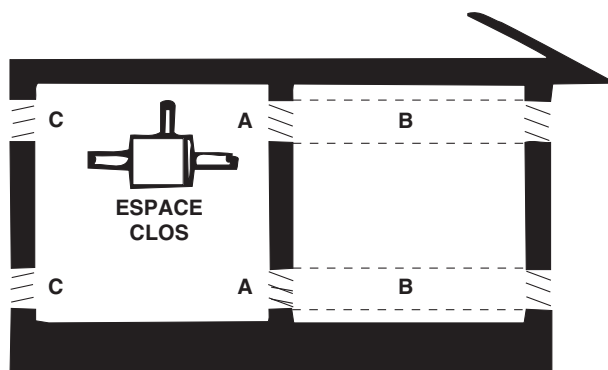

Figure 4. Ouvertures d'air de combustion d'un espace clos (se référer au Tableau 8)
- Pour l'installation en espace clos des modèles UBX et UDX (y compris les appareils avec l'option CV), prévoyez des ouvertures (selon la source d'air de combustion) près du plancher et du plafond pour obtenir l'air de ventilation et l'air de combustion montrés à la Figure 4 et donnés au Tableau 8.
*Voyez la Figure 4.